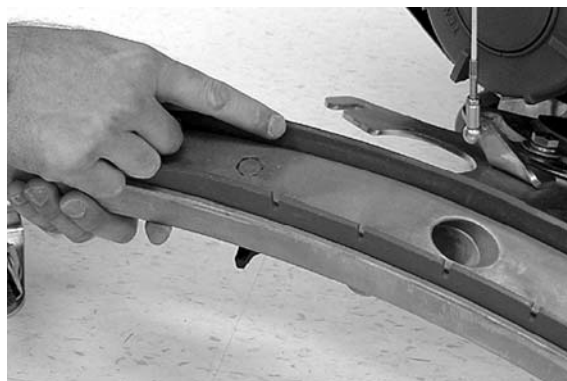

FIG. 50
- Vérifiez l'état du bord nettoyeur de la lame de racloir (Figure 50). Faites pivoter la lame en cas d'usure. (Voir REMPLACEMENT DES LAMES DE RACLOIR)